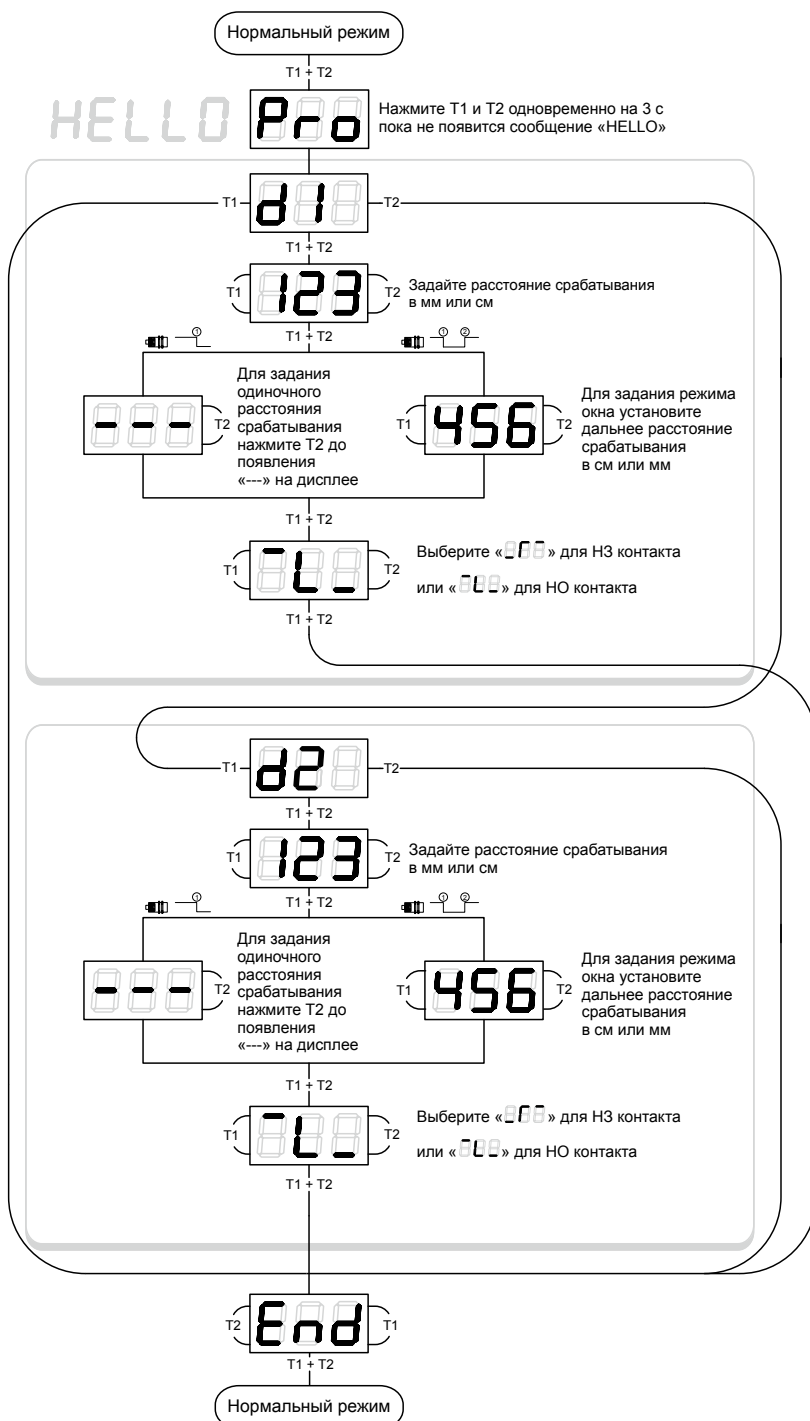

Рисунок 14 – Задание параметров с использованием LED – дисплея для датчика mic+.../DD/TC
- 1) С использованием *LED* – дисплея, задание числовых параметров расстояний срабатывания (см. рисунок 14);